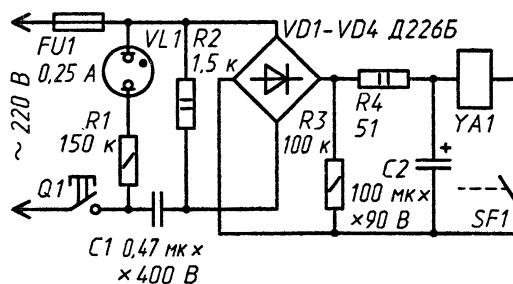

Рис. 3
Блок питания электромагнита собран по схеме, изображенной на рис. 3. Накопительный конденсатор  $C2$  при разомкнутых контактах  $SF1$  (29) щупа пантографа заряжается до 70 В от диодного выпрямителя  $VD1-VD4$ , подключенного к сети через гасящий конденсатор  $C1$ .